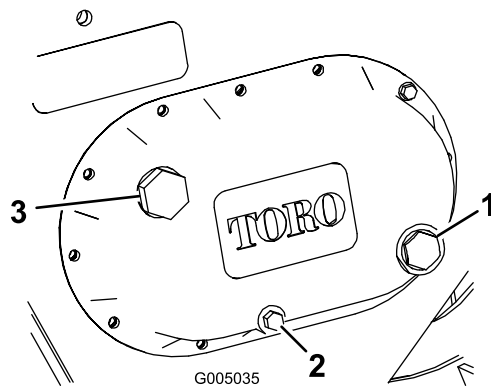

Bild 15
3. Prüfen Sie das Schauglas an der Seite des Getriebes (Bild 15).
4. Wenn der Stand des Getriebeöls niedrig ist, nehmen Sie die Füllschraube ab (Bild 15) und füllen Sie das Getriebe mit Öl, bis der Stand am roten Punkt an der Anzeige liegt.
4. Nehmen Sie die Ablassschraube (Bild 15) ab und lassen Sie das Öl in den Behälter laufen.
6. Nehmen Sie die Ablassschraube ab (Bild 15) und füllen Sie Getriebeöl ein, bis der Stand am roten Punkt an der Anzeige liegt.